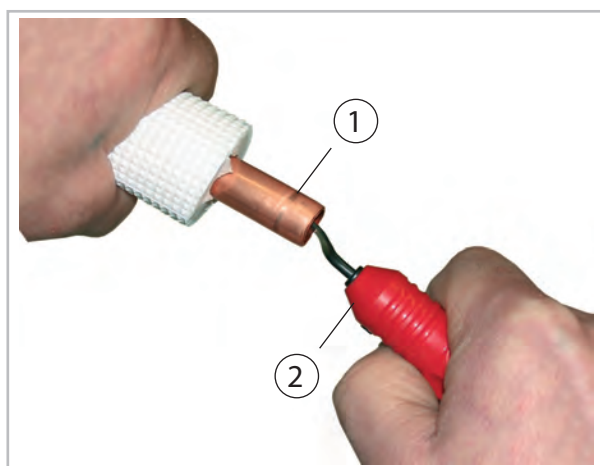
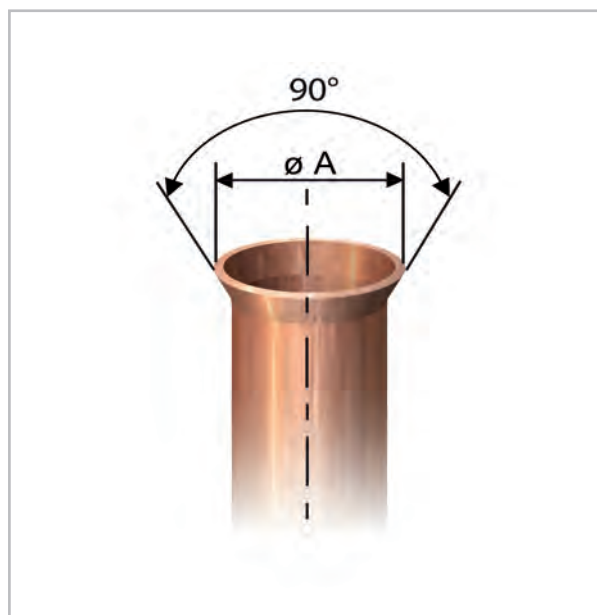

Fig. 52: Ébavurage de la conduite de frigorigène
Fig. 54: Bord relevé de forme adéquate
- Les tuyaux de cuivre utilisés pour les raccordements des modules doivent être dotés de bords relevés. Attention à la forme des bords relevés et à des écrous-raccords adaptés (fournis) (Voir la Fig. 52 à Voir la Fig. 54).